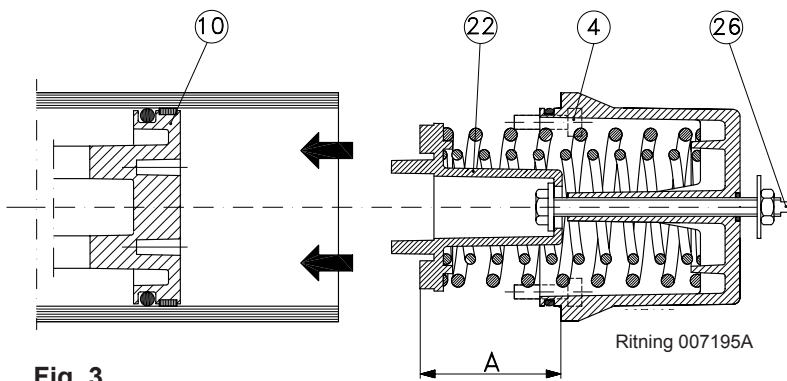

Fig. 3
5. Kontrollera att fjädern är rätt förinspänd. A-måttet i Fig. 3 ska vara 137 mm.
6. Fjäderstyrningen (22) centreras mot kolven med hjälp av två tappar.
7. SR-enheterna skall vridas så, att en av de tre stöd-punkterna hamnar mellan vårtorna på kolven (10).
9. Montera skruvarna (4). Vid åtdragningen överförs fjäderkraften från inspänningskruven (26) till dessa skruvar. **Åtdragningsmoment enligt sid 6.**
10. Donets vridningsvinkel justeras med inspännings-skrubarna (26). **Det är viktigt att alla skruvarna ligger an mot respektive kolv.**